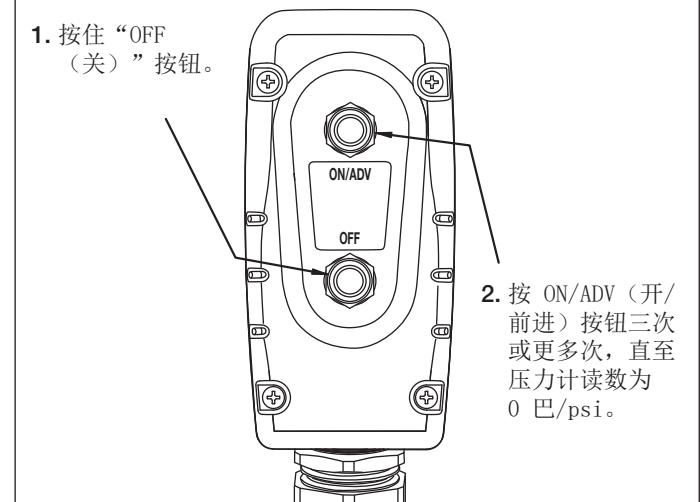

图 7, 释压 (使用悬吊按钮)。
- 按住“OFF (关)”按钮。参见图 7。
- 继续按住“OFF (关)”按钮, 同时按“ON/ADV (开/前进)”按钮三次或更多次, 直至压力计指示零 (0) 巴/psi。现在可以卸下软管。